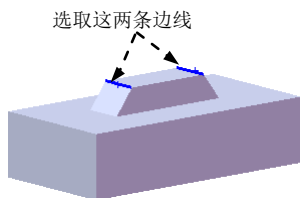

图 17.12.7 选取倒圆角 1 放置参照
Step4. 创建倒圆角 1。选取图 17.12.7 所示的两条边线为圆角放置参照，圆角半径值 1.5。